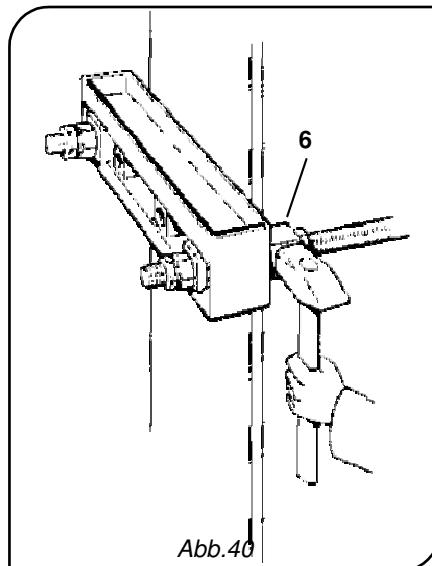

Abb.40
6. Mit einem Holzhammer die Flach Seite der Gegenmuttern **6** bündig mit der Fläche des Pfeilers abschließen lassen (Abb. 40).